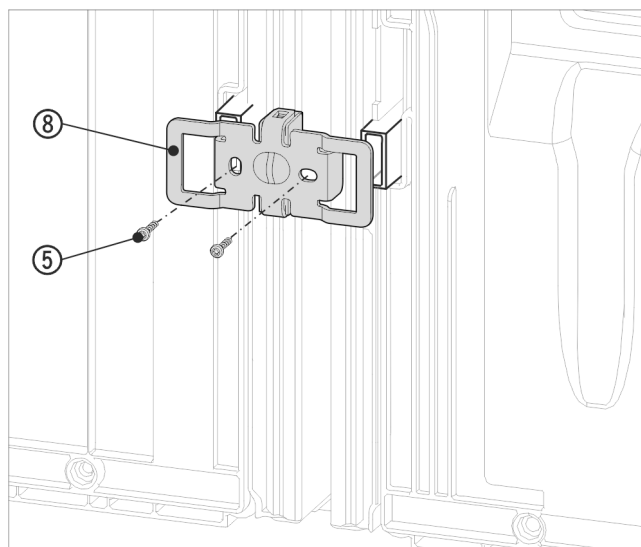

Fig. 18 例图
- 使用凹槽重新将角 Fig. 18 (8) 推入壁距调整垫片的插槽上方。
- 使用两颗螺栓 Fig. 18 (5) 拧紧固定。